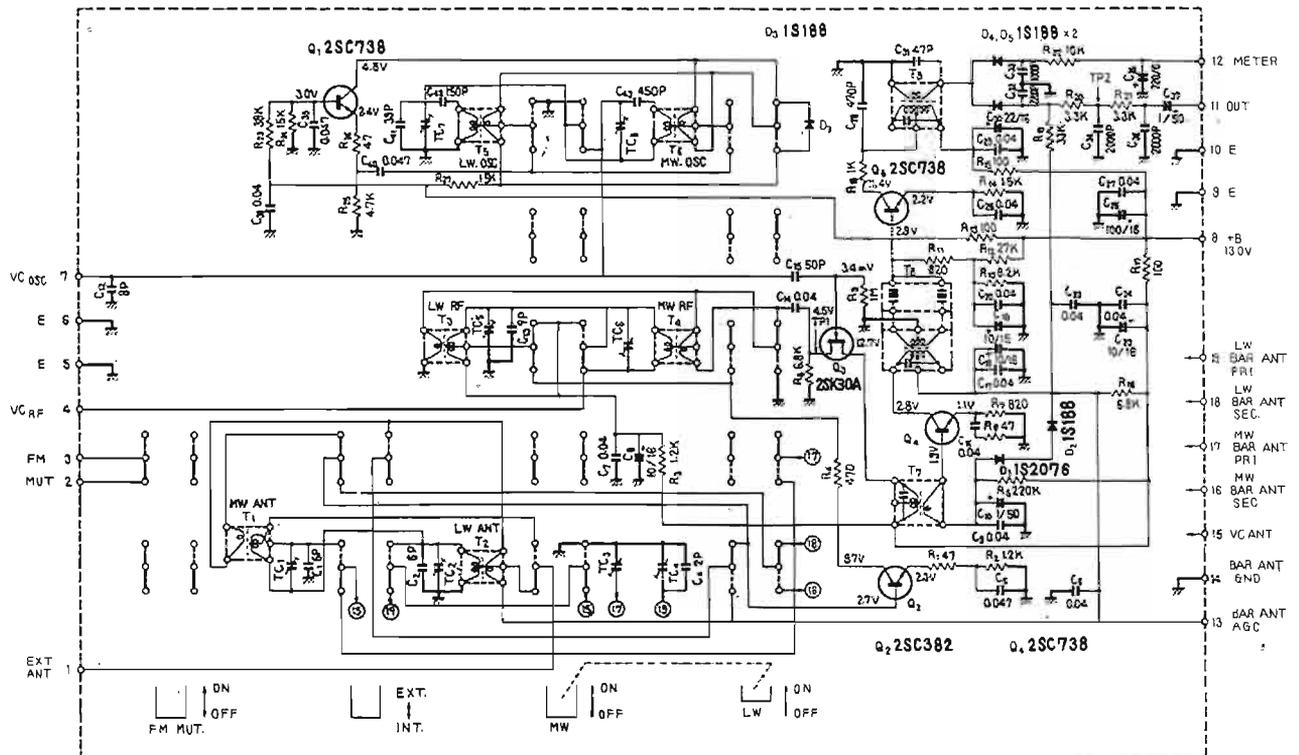

Fig. 4
**Tuner AM (Fig. 4).** La tête HF est composée des trois étages classiques, haute-fréquence accordée transistor Q1, mélangeur transistor fet Q2, oscillateur local transistor Q3. L'accord est réalisé par trois cages du condensateur variable. Les signaux FI sont sélectionnés dans le transformateur accordé T7, puis ils
**Tuner AM (Fig. 4).** La tête HF est composée des trois étages classiques, haute-fréquence accordée transistor  $Q_2$ , oscillateur local transistor  $Q_1$ , mélangeur transistor fet  $Q_3$ . L'accord est réalisé par trois cages du condensateur variable. Les signaux FI sont sélectionnés dans le transformateur accordé  $T_1$ , puis ils